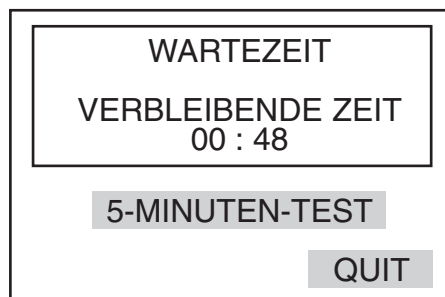

Abbildung 5 Bildschirm für Anfangsstezeit
1. Nach Betätigung der Taste 'START' erscheint ein Bildschirm, der der Darstellung in Abbildung 5 ähnlich ist.
1. Nach Betätigung der Taste 'START' beginnt die Prüfreihe mit 'TEST 1', und es erscheint ein Bildschirm, der der Darstellung in Abbildung 5 ähnlich ist.
1. Nach Betätigung der Taste 'START' beginnt die Prüfreihe mit 'TEST 1', und es erscheint ein Bildschirm, der der Darstellung in Abbildung 5 ähnlich ist. Das Rührwerk beginnt zu laufen und läuft während der ganzen Prüfreihe. Das auf dem Bildschirm erscheinende Unterdisplay zeigt an, daß für die zu prüfende Ölprobe die Anfangsstezeit von 3 Minuten läuft und die Zeit bis 0 zurückgezählt wird.